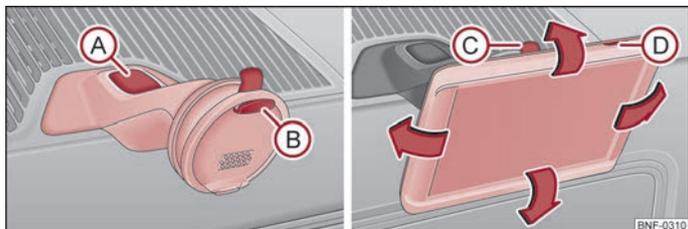

Abb. 70 Aufnahme des Navigationsgeräts / Navigationsgerät
- Setzen Sie das Navigationsgerät zuerst in die obere Halterung ⓑ ⇒ Abb. 70 und drücken Sie dieses an der Unterseite in die Aufnahme, bis dieses einrastet ⇒ ⚠.
- Die Neigung kann durch Bewegen des Navigationsgeräts in Richtung der Pfeile ⇒ Abb. 70 in die gewünschte Stellung eingestellt werden ⇒ ⚠.
- Drücken Sie mit der anderen Hand die Entriegelungstaste Ⓒ ⇒ Abb. 70 und entnehmen Sie das Gerät.
- Drücken Sie mit der anderen Hand die Entriegelungstaste Ⓐ ⇒ Abb. 70.
- Schalten Sie das Navigationsgerät durch Drücken der Taste Ⓓ ein ⇒ Abb. 70.